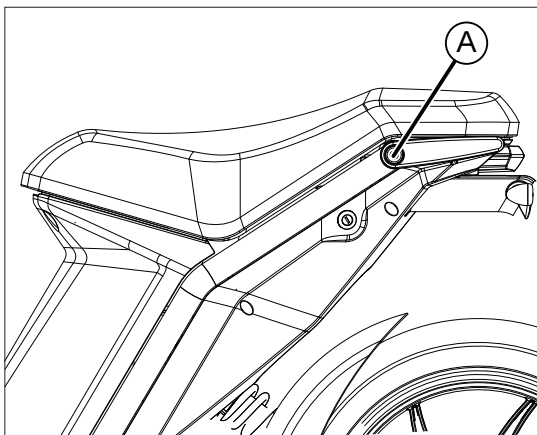

Abb. 16
Für den Zugriff auf das Sitzbank-Staufach Abb. 16 wie folgt vorgehen:
- Den Zündschlüssel des Schlosses A, Abb. 16, an der linken Seite des Rollers einstecken.